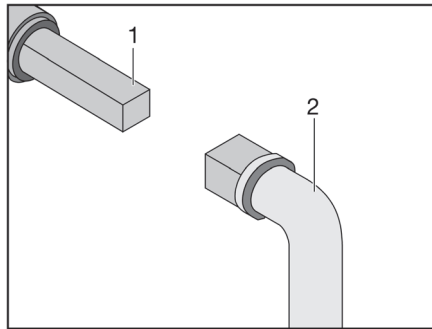

Bild 244 Handhavande avloppsventil
- Sätt nyckeln (Bild 244,2) mot fyrkanten (Bild 244,1).